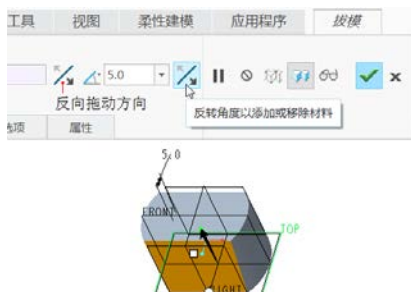

图 4-69 反转角度以去除材料
⑥ 设置拔模角度与拔模方向。在 (角度 1) 文本框中输入“5”,并单击“反转角度以添加或去除材料”按钮,此时如图 4-69 所示。